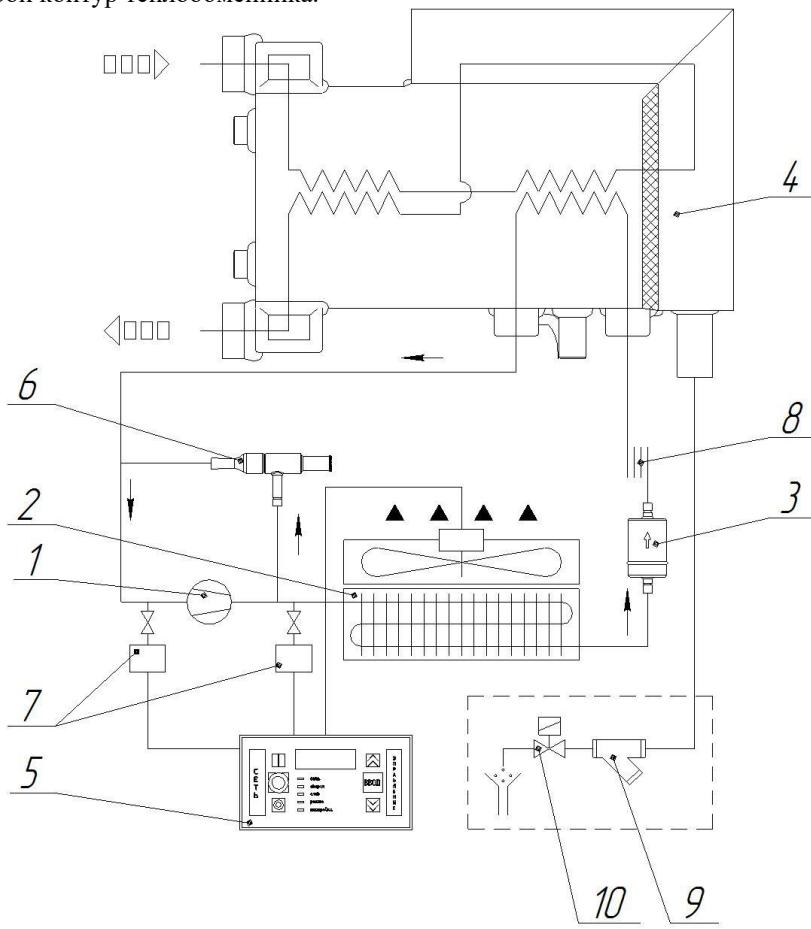

Рисунок 3 – Холодильный контур
4.1 Осушитель рис. 3 представляет собой конструкцию алюминиевого теплообменника, размещенного в блоке осушкиния 4. В первом контуре теплообменника из сжатого воздуха удаляется вода путем его охлаждения до температуры приблизительно +5°C и удаления образующегося при этом конденсата. С целью предотвращения образования конденсата на наружной поверхности трубопроводов системы циркуляции, обрабатываемый сжатый воздух перед выходом его из осушителя подвергается предварительному подогреву. Для этого он прогоняется через второй контур теплообменника.
4.1.1 Компрессор 1 (рис. 3) является активным элементом осушителя и обеспечивает циркуляцию хладагента по холодильному контуру за счет сжатия паров хладагента от давления кипения до давления конденсации.
4.1.3 Устройство слива конденсата предназначено для удаления конденсата образующегося при охлаждении сжатого воздуха в блоке осушки. Устройство состоит из электромагнитного клапана 10 (рис.3) и сантехнического фильтра 9 (рис 3). Сигнал на управление электромагнитным клапаном подается блоком автоматического управления 5.
4.1.4 Регулятор производительности 6 (рис. 3) перепускает часть горячего газа (из количества нагнетаемого газа компрессором) в трубку полости между испарителем и всасыванием компрессора, поддерживая постоянным значение температуры/давления кипения фреона около $+5^{\circ}C$. Такое перепускание газа полностью исключает образование льда внутри испарителя в полости сжатого воздуха при любых нагрузках.
4.1.7 Фильтр-осушитель 3 (рис. 3) размещается перед капиллярной трубкой, задерживает все технические загрязнения и пары влаги, исключая их циркуляцию и вступление в химические реакции